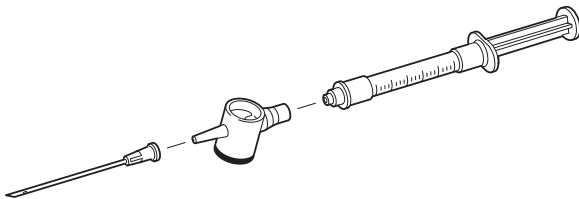

Figure 1
4. Retirer le capuchon de la seringue pré-remplie et visser la seringue sur l'autre embout de la chambre. Veiller à ne pas contaminer le trajet de liquide. Voir Figure 1.